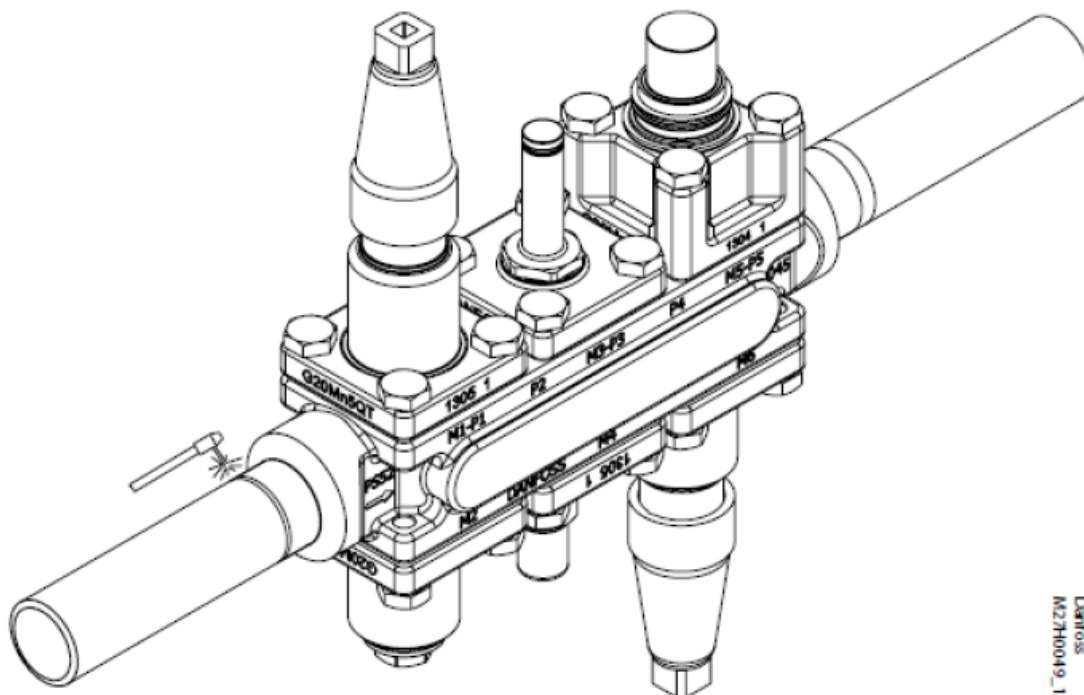
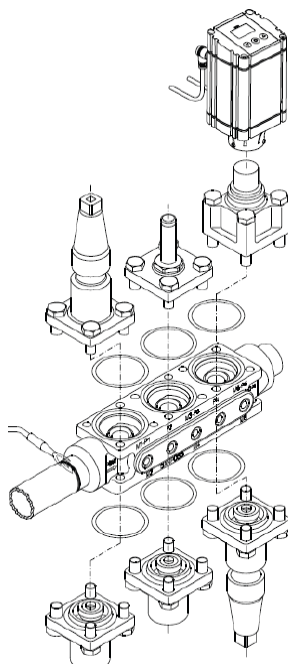

Рис. 2
Рис. 3
3) ручная дуговая сварка покрытым электродом (см. рис. 2) или газосварку (см. рис. 3)